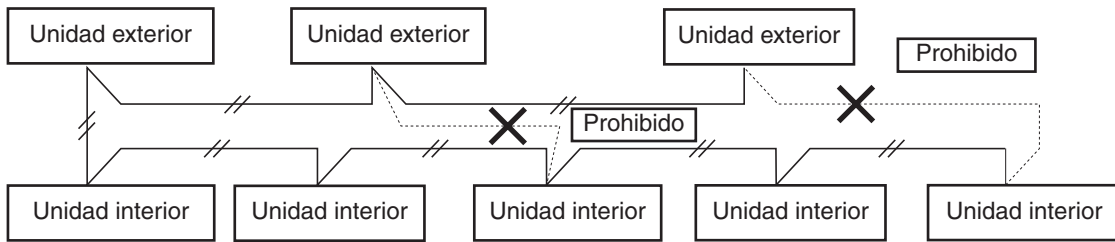

Fig. 5-1
(2) No instalar las conexiones de control entre unidades formando un bucle. (Fig. 5-1)